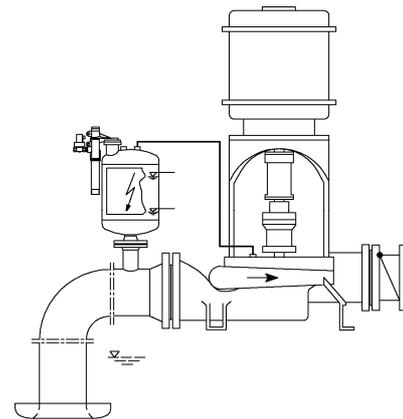

Fig. 2
- Typ AELG...: Standardausführung für saubere bis mäßig verschmutzte Fördermedien (Fig.2)
- Type AELG...: Standard design for handling with clean or slightly contaminated fluids (Fig.2).